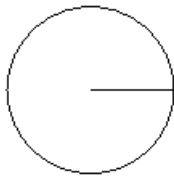

图 4.9.10 绘制圆内直线
(4) 单击鼠标中键，完成直线的绘制，如图 4.9.10 所示。
(1) 在功能选项卡区域的 **草绘** 选项卡中选择 **编辑** 按钮，单击 **旋转并复制** 命令。
(2) 选取图 4.9.10 所示的直线为变换对象，单击“选择”对话框中的 **确定** 按钮，系统弹出图 4.9.11 所示的“选择点”对话框，单击“选择点”对话框中的 **确定** 按钮，选取圆心为旋转中心点，单击对话框中的 **确定** 按钮。
(3) 在系统 **输入逆时针方向的旋转角[退出]** 提示后的文本框中输入数值 60，单击 **确定** 按钮。